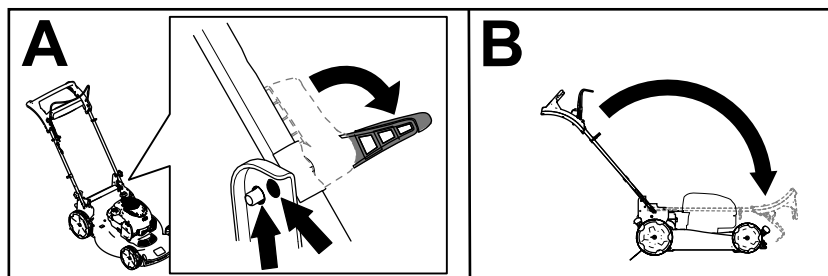

Bild 17
2. Lösen Sie die Holmarretierungen, bis Sie den oberen Holm ungehindert bewegen können (A in Bild 17)
3. Klappen Sie den Holm nach vorne in die ganz nach vorne geklappte Stellung (B in Bild 17).